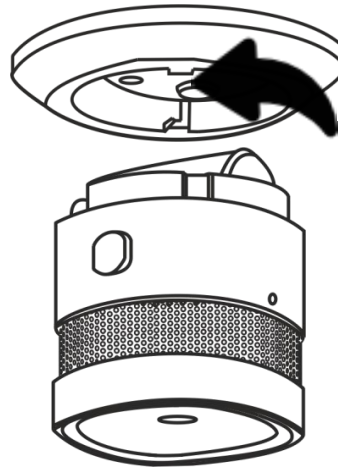

Рисунок 7 – Отсоединение монтажного кронштейна от корпуса датчика дыма
3. Отсоединить монтажный кронштейн, повернув его против часовой стрелки, как указано на рис. 7.